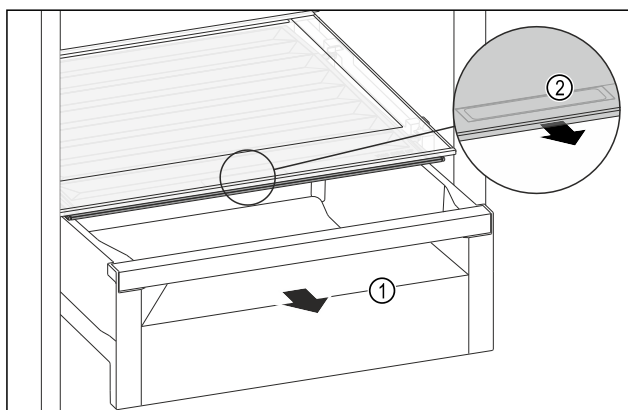

Fig. 220
- Витягніть висувний ящик Fig. 220 (1).
- Візьміться за потайну ручку Fig. 220 (2) на кришці відділення й одночасно потягніть кришку відділення вперед.